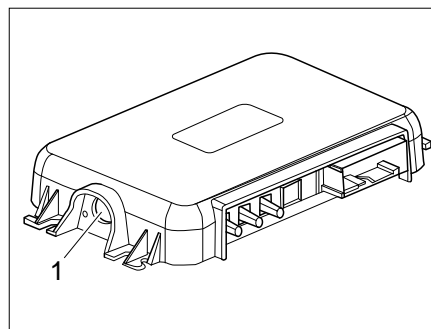

Bild 276 Kopplungstaste am SCU
- Kopplungstaste des SCU (Bild 276,1) drücken. Fahrzeug und Mobilgerät sind jetzt gekoppelt.